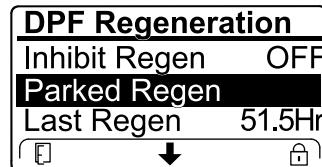

图 42
- エンジンコンピュータがリカバリ再生を要求している、またはリカバリ再生の処理中である時には、駐車再生 PARKED REGEN を選択することはできません。駐車再生はロックされ、施錠アイコン 图 42がインフォセンターの右下に表示されます。